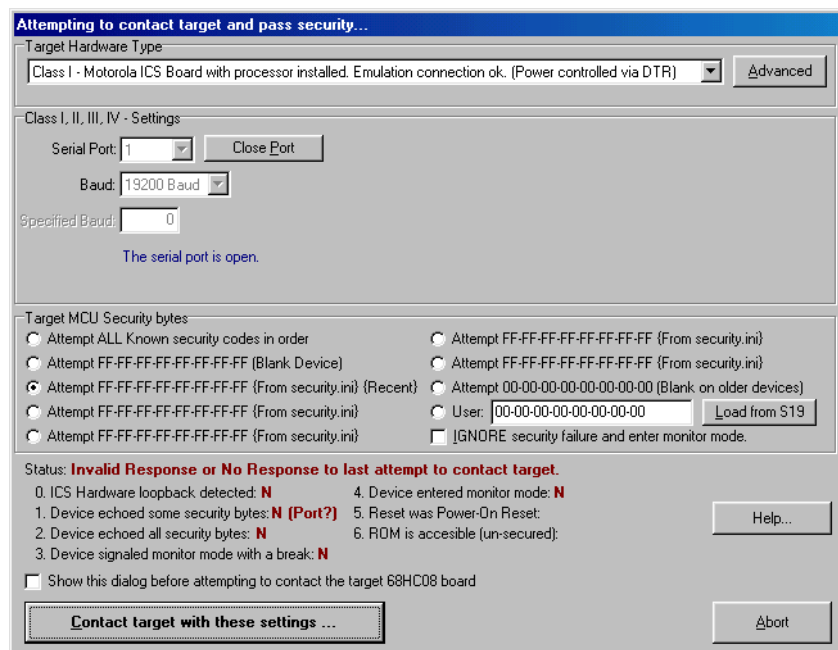

Figura 37 – ICS – Conexão serial e código de segurança
- B. Na primeira vez e/ou sempre que houver algum problema de comunicação, o simulador abrirá uma janela com o conteúdo apresentado na Figura 37. Se não for a primeira vez, e não houver problemas de comunicação o simulador prepara todo o ambiente para iniciar a simulação, sem abrir essa janela.